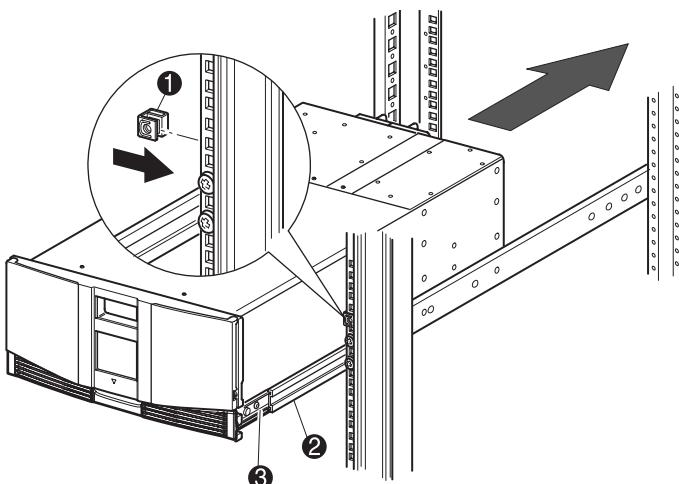

Abbildung 14 Einsetzen der Library (Modell mit zwei Laufwerken abgebildet)
5. Setzen Sie die inneren Schienen an der Library ③ vorsichtig in die ausgezogenen Zwischenschienen ② ein (siehe Abbildung 14).